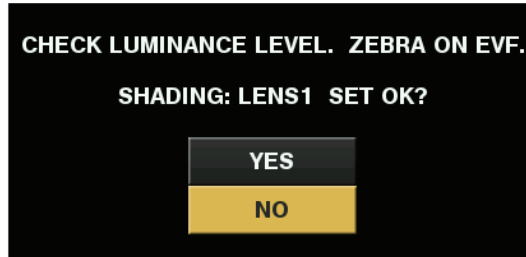

図 1
- 画面に [CHECK LUMINANCE LEVEL. ZEBRA ON EVF.] というメッセージが表示されます。(図 1)